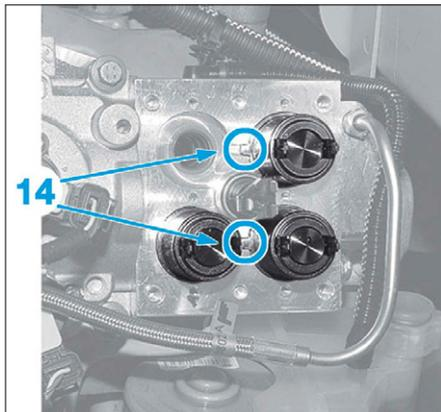

FIG. 39
- Reposer les électrovannes de pilotage en respectant le positionnement des ergots (14) (Fig.39).